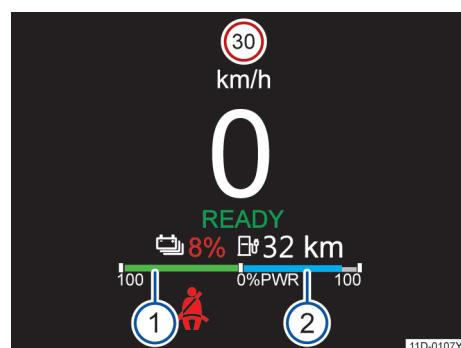

图 10 在数字组合仪表中：行驶功率表（示意图）
行驶功率表通过在中间分开的进度条，在左侧显示可用的能量回收 → 图 10 ①（绿色），在右侧显示可用的牵引力 → 图 10 ②（蓝色）。如果相应的进度条达到末端标记，说明可用性不受限制。如果有限制，则显示的进度条会相应缩短。